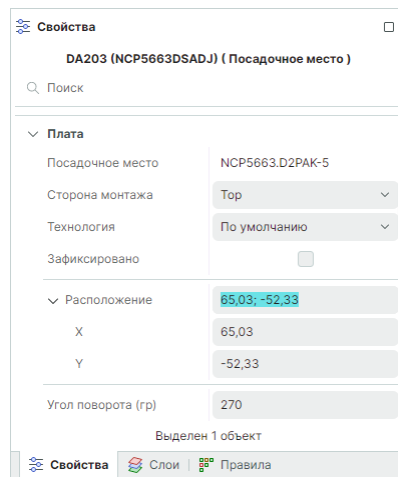

Рис. 151 Ввод координат для перемещения посадочного места
2. В пункте «Расположение» раздела «Плата» в панели «Свойства» введите новые координаты посадочного места, см. Рис. 151. Пункт «Расположение» может быть раскрыт для независимого ввода каждой координаты.